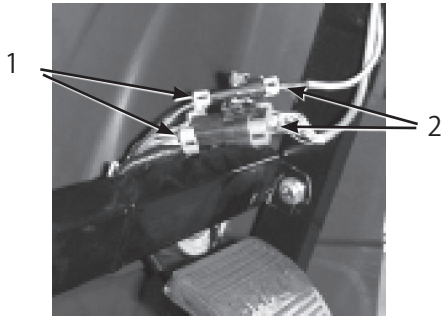

図5
7. スプレープロの電気コードのコネクタを、ダッシュボード下にあるコネクタに接続する (図5)